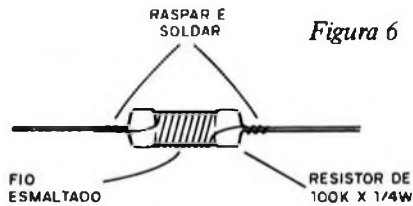

Figura 6
Já o choque de RF XRF é formado por 40 a 50 voltas de fio esmaltado fino (32) num resistor de 100k, conforme mostra a figura 6.